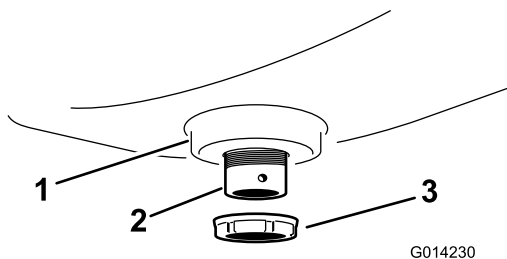

Bild 4
3. Befestigen Sie das Schott-Anschlussstück mit einer Bundmutter aus Kunststoff am Spülbehälter (Bild 4).